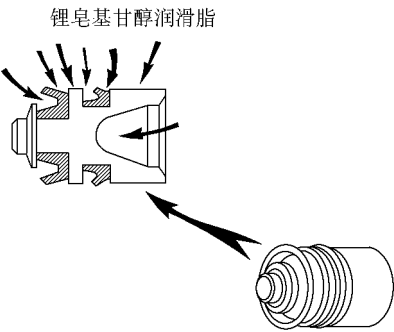

图 9-8 在零件上涂敷锂皂基甘醇润滑脂
(1) 分离缸的装配。按图 9-8 所示，在零件上涂敷锂皂基甘醇润滑脂，然后安装活塞、保护罩和插入推杆。
(2) 分离缸的安装。用两个螺栓安装分离缸，用管接头螺母扳手连接离合器管路的管接头。